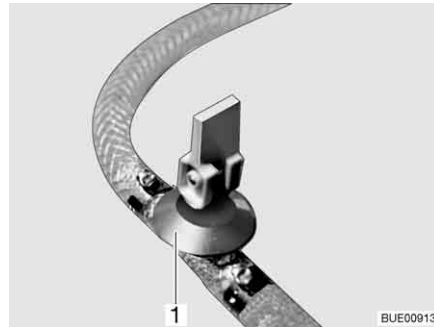
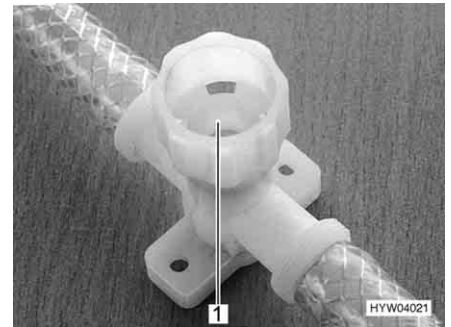

Fig. 176 Robinet de vidange (avec levier à bascule)
Fig. 177 Robinet de vidange (avec capuchon tournant)
- Ouvrir tous les robinets de vidange. Placer pour ce faire le levier à bascule (Fig. 176,1) à la verticale ou faire tourner le capuchon du robinet de vidange (Fig. 177,1) dans le sens inverse des aiguilles d'une montre.